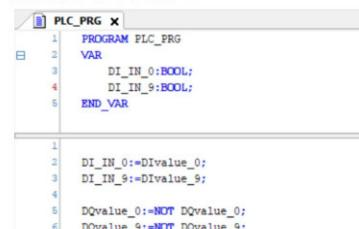

图 6 代码编写
4) 采用 ST 编程语言进行编程，在“Application”的“PLC\_PRG”里编写代码。代码实现的功能是把 EC400-DI16 的 0、9 通道读进来的值赋值给变量 DI\_IN\_0, DI\_IN\_9，给 EC400-DQ16S 的 0、9 通道写输出值，(硬件上 EC400-DQ16S 的输出端子 0,9 接入到 EC400-DI16 的输入端子 0,9)，如图 6。